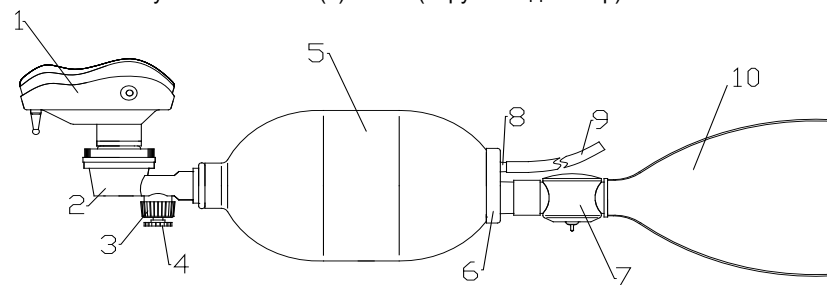

Рис. 1
Комплект дыхательный для ручной ИВЛ предназначен для проведения искусственной вентиляции легких ручным способом. Комплект соответствует международным и отечественным стандартам и представляет из себя (см. рис. 1) саморасправляющийся силиконовый мешок (5) с впускным клапаном (6) и клапаном пациента (2), на патрубок которого крепится лицевая маска (1). Все лицевые маски разработаны с учетом разных возрастов пациентов и анатомических особенностей, выполнены из прозрачного силикона, что дает дополнительную возможность видеть изменение цвета губ пациентов во время проведения реанимационных мероприятий.
8.3. Соберите комплект дыхательный КД-МП (рис. 1) и проверьте его работоспособность, в соответствии с п. 9.